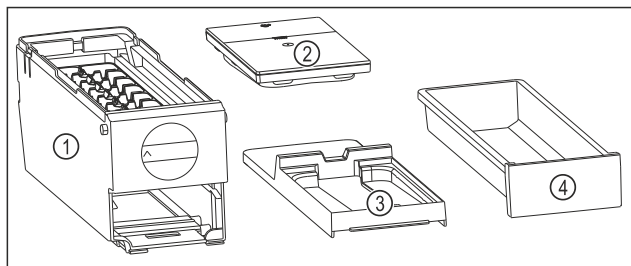

Fig. 80 Составные части EasyTwist-Ice
- EasyTwist-Ice разобран на четыре части. (см. Fig. 80)
представленные на рисунке. (см. Fig. 80)
- ▶ Очищайте корпус EasyTwist-Ice Fig. 80 (1) как цельное